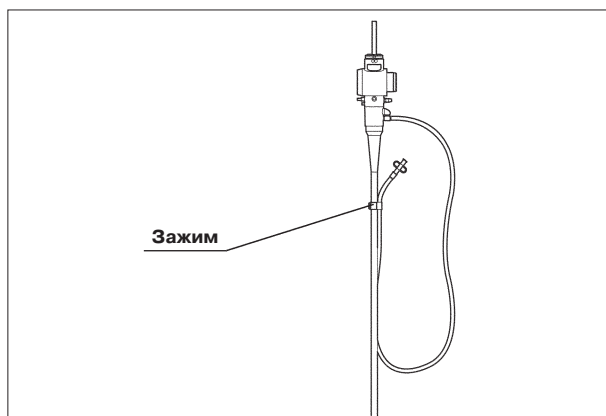

Рис. 4.6
2. Во время переноски эндоскопа вместе с трубкой для дополнительной подачи воды, присоединённой к отверстию для дополнительной подачи воды, присоединяйте зажим трубки для дополнительной подачи воды к универсальному кабелю (только для эндоскопов, оснащённых функцией дополнительной подачи воды, см. рис. 4.6).